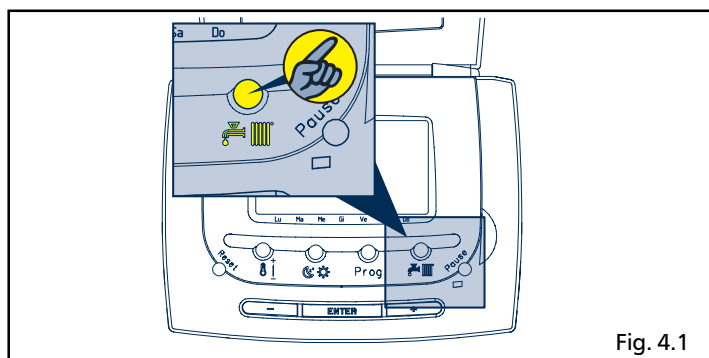
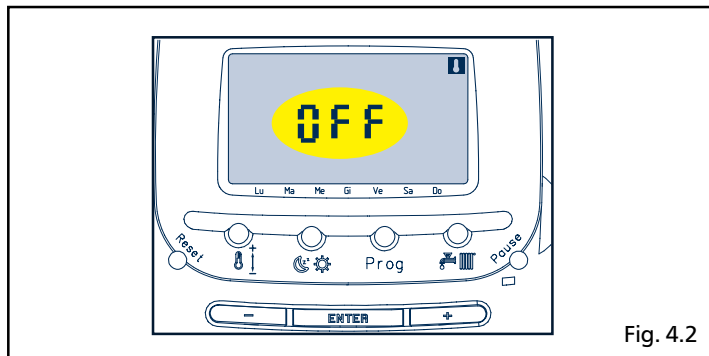

Fig. 4.1
Fig. 4.2
- premere il tasto estate-inverno (con icona di un termometro) sul pannello comandi a distanza (fig. 4.1). Premendo una volta il tasto (con icona di un termometro) si passa dalla funzione **OFF** (fig. 4.2) alla funzione estate (con icona di un termometro) (fig. 4.3)
Premendo una seconda volta il tasto  si passa alla funzione inverno (fig. 4.1) Il display visualizza per 5 secondi lampeggiando la temperatura ambiente impostata e si accende l'indicatore di modifica  (fig. 4.4).